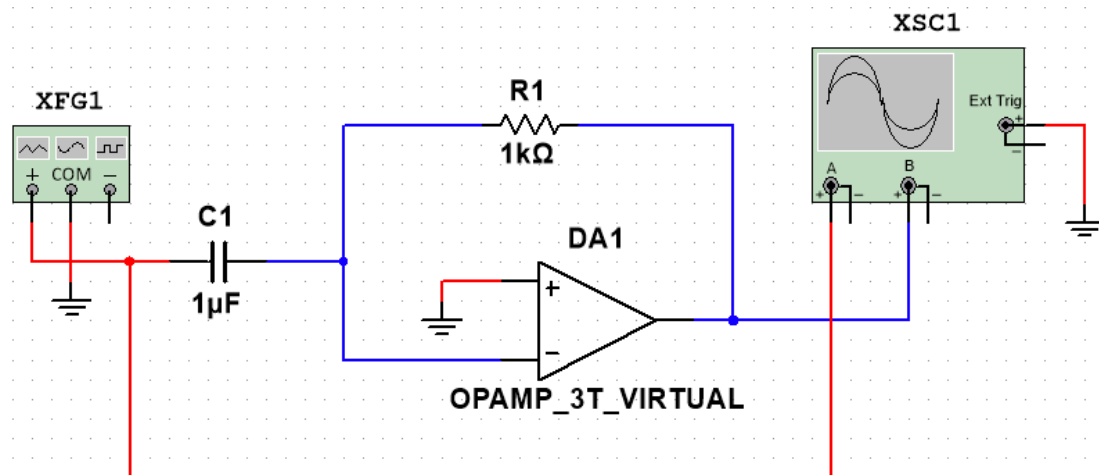

Рисунок 13.2
2.1 Зберіть схему диференціатора, наведену на рис. 13.2, з реальним ОП: